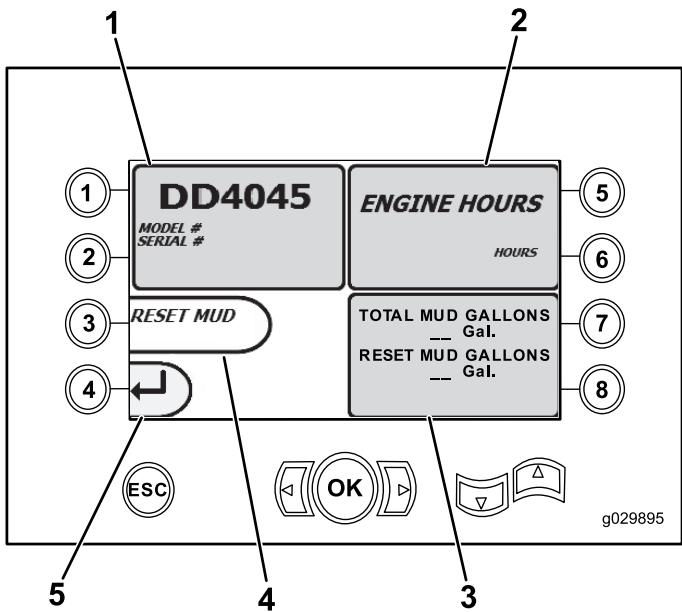

Figura 10
- Botón 1 – Pantalla de información sobre la máquina \(página 5\) según se muestra en Figura 10
- El modelo y número de serie de la máquina (Figura 10).
- El número de horas de uso del motor (Figura 10).
- El total de galones de fluido de perforación usados, y el total reinicio de galones de fluido de perforación (lodo) usados (Figura 10).
**Nota:** Pulse el botón 3 para reiniciar el contador de galones de fluido de perforación (lodo) usados desde el último reinicio (Figura 10).